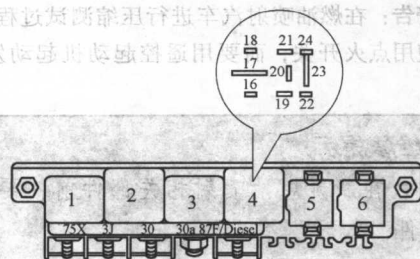

图 4-1 燃油泵继电器位置
① 蓄电池电压不低于 12V。
② 熔丝 S228 正常 (插座位置 28)。
③ 驾驶员一侧杂物箱后中央电器盒内继电器 4 正常 (见图 4-1)。